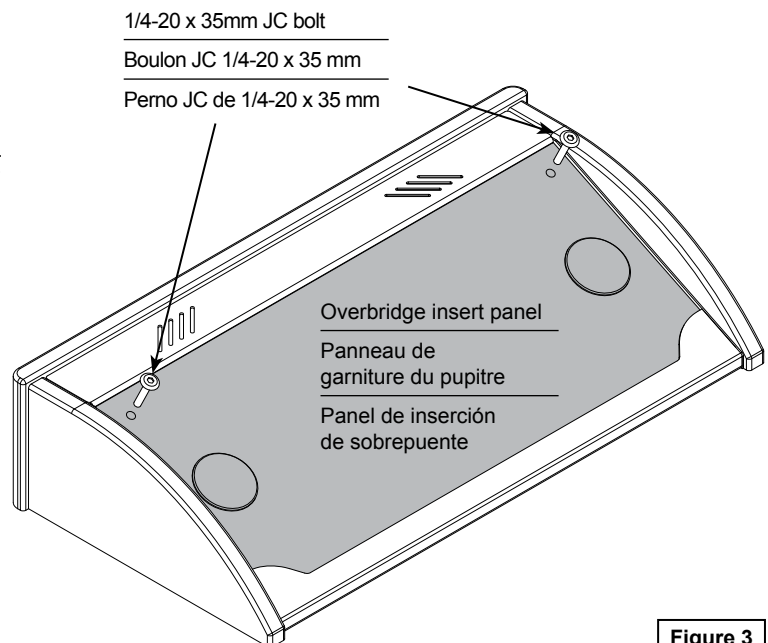

Figure 3
1. To remove the overbridge insert panel, remove the (2) 1/4-20 x 35mm JC bolts with a 4mm hex wrench and lift out the panel. **Figure 3.**
1. À l'aide d'une clé hexagonale 4 mm, vissez le panneau de garniture sur le pupitre avec les (2) boulons JC 1/4-20 x 35 mm. **Figure 3.**
1. Para quitar el panel de inserción de sobrepunte, saque los (2) pernos JC de 1/4-20 x 35 mm con una llave inglesa hexagonal de 4 mm y levante el panel hacia afuera. **Ilustración 3.**